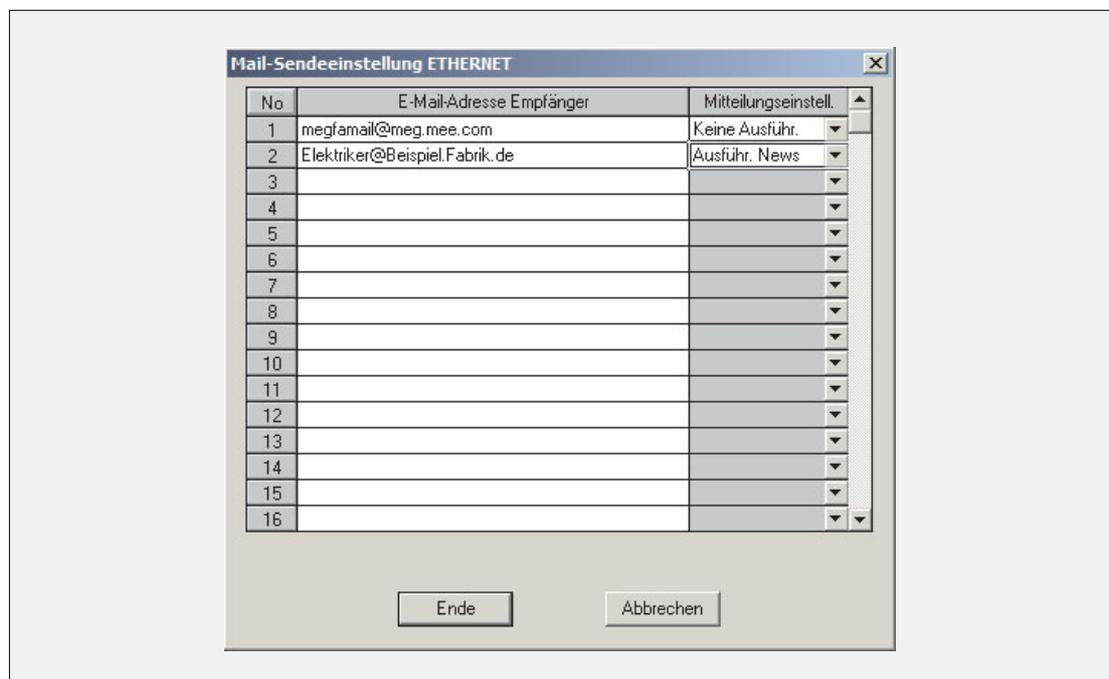

Abb. 2-9: Für ein ETHERNET-Modul können die E-Mail-Adressen von bis zu 16 Empfängern eingestellt werden.
- **Einstellbereich:** In jeder Zeile darf nur eine Adresse eingetragen werden. Die Angabe erfolgt in der üblichen Form (nnnn@Domain-Name.Länderkennzeichen, siehe Abb. 2-9)